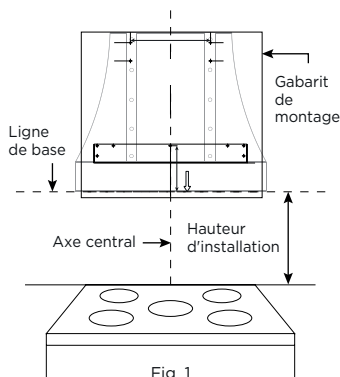

Fig. 1
1. Déterminez la hauteur d'installation (consultez le manuel d'installation de la hotte) et tracez une ligne horizontale (ligne de base) sur le mur à la hauteur requise (Fig. 1). -30" pour les cuisinières à gaz. -24" pour les cuisinières électriques